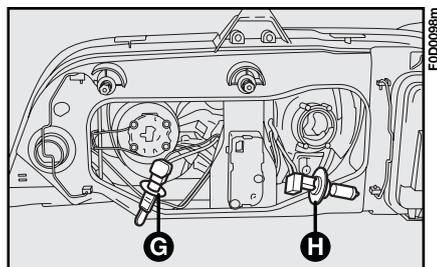

fig. 14
5) décrocher les deux agrafes **D** ou **F-fig. 14** de retenue et enlever les lampes **G** ou **H-fig. 14**.